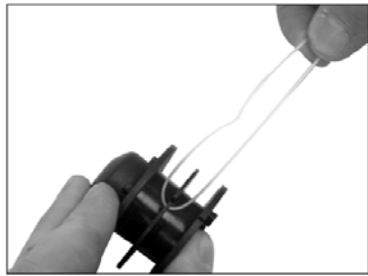

Fig. 10a
3. Lokalisera klipptrådens mittpunkt, vik tråden dubbel vid mittpunkten och trä i tråden i spolens spår enligt fig. 10a.